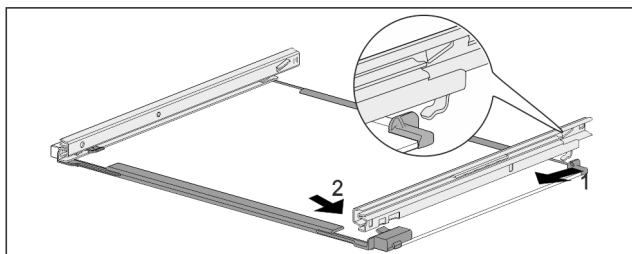

Fig. 264 Pllaka e xhamit me shinat
- ▶ Kapni shinën në kapëse në pjesën prapa. Fig. 264 (1)
- ▶ Kapni shinën në kapëse në pjesën përpara. Fig. 264 (2)